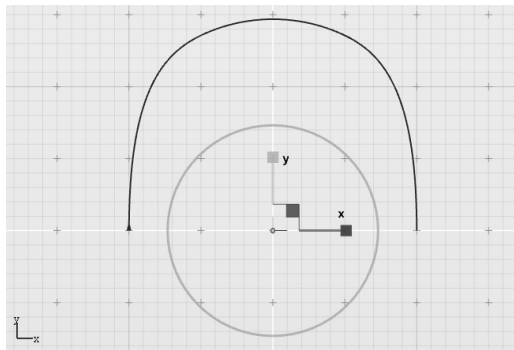

图 5-79 移动缩放中枢点
4) 将“缩放”工具的亮蓝色中枢点移动至坐标轴原点处, 如图 5-79 所示。